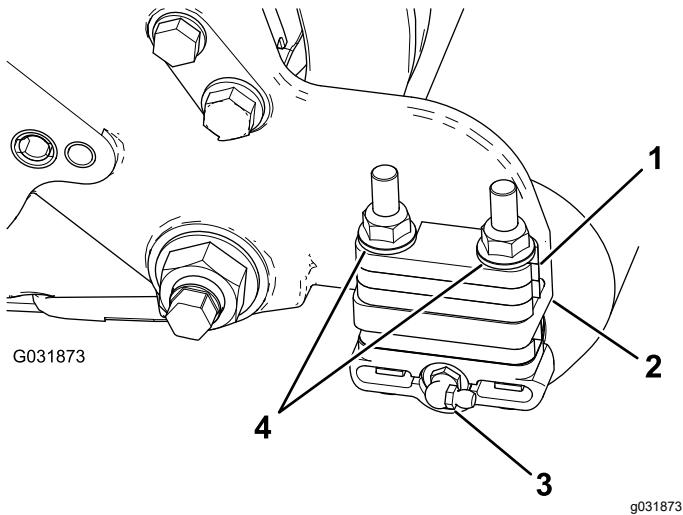

Figura 7
- Retire o bocal de lubrificação do rolo de cada lado da unidade de corte que possui a caixa da escova do cilindro (Figura 7).
3. Remova as duas porcas de flange que prendem cada suporte do cilindro às placas laterais (Figura 7).